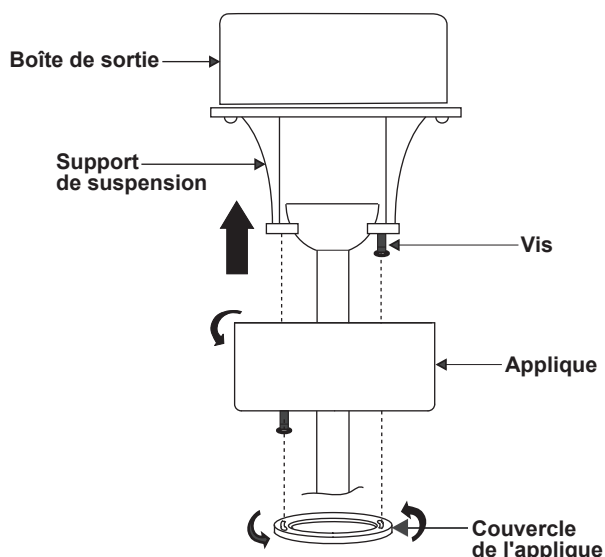

Figure 14
2. Faites glisser l'applique jusqu'au support de suspension et placez le trou de serrure sur l'applique au-dessus de la vis sur le support de suspension, tournez l'applique jusqu'à ce qu'elle se verrouille en place à la section étroite des trous de serrure. (Fig. 14)